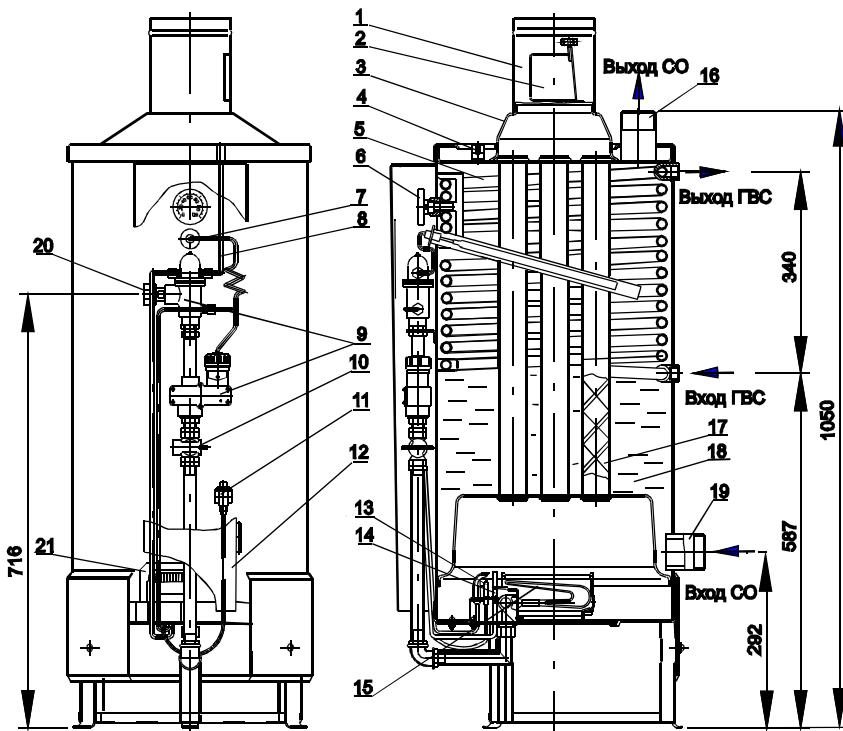
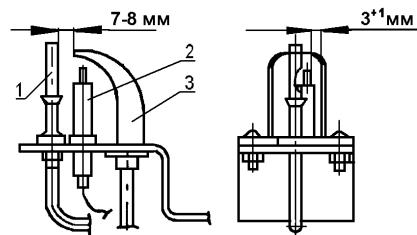

Рис.1 Аппарат комбинированный (отопительный) газовый бытовой Эконом
Рис.3 Устройство запальное
4.1. Аппарат напольного типа имеет цилиндрическую форму. На лицевой стороне установлена дверка 12 (Рис.1).
4.3. Тягопрерыватель 1 (Рис.1) предназначен для автоматической стабилизации величины разрежения в топке аппарата, т.е. уменьшения влияния колебания величины разрежения в дымоходе на тягу в топке аппарата. Для успешной работы дверца тягопрерывателя 2 (Рис.1) должна легко вращаться на оси.
4.5. Автоматика по тяге состоит из датчика тяги 4 (Рис.1), укрепленного на крышке бака и кабеля 8, соединяющего датчик тяги с коробкой магнитной.
4.6. Устройство запальное Рис.3 предназначено для крепления запальника, термопары, свечи зажигания и розжига основной горелки. Для обеспечения воспламенения газа зазор между электродом свечи зажигания и запальником должен быть в пределах 3+1 мм.
5.4. Открывайте кран газовый 10 (Рис.1) перед горелкой только при горящем запальнике. В случае погасания пламени на запальнике и горелке перед повторным зажиганием проветрите помещение.
5.11. Во избежание самопроизвольного срабатывания датчика тяги колпак 3 (Рис.1) не должен касаться биметаллической пластины датчика тяги.
6.8. Установите аппарат вертикально, и проверьте вертикаль по уровню. Установите щиток 21 (Рис.1) в нижней части бака.
6.9. Установите на аппарат тягопрерыватель 1 (Рис.1), обеспечив его строго вертикальное положение. Конец дверцы тягопрерывателя 2 (Рис.1) не должен выступать наружу и должен отклоняться от номинального положения внутрь тягопрерывателя не более чем на 1-2 мм. Дверца тягопрерывателя должна легко вращаться на оси. Колпак 3 (Рис.1) не должен касаться биметаллической пластины датчика тяги 4 (Рис.1).
6.11. Заполните трубу для установки узла “сильфон - термобаллон” 7 (Рис.1) машинным или автомобильным маслом (объем заливаемого масла ~30 см³).
6.12. Проверьте работу пьезорозжига. При нажатии на кнопку пьезорозжига 11 (Рис.1) должна проскачивать искра между электродом свечи 2 (Рис.3) и запальником 3 (Рис.3).